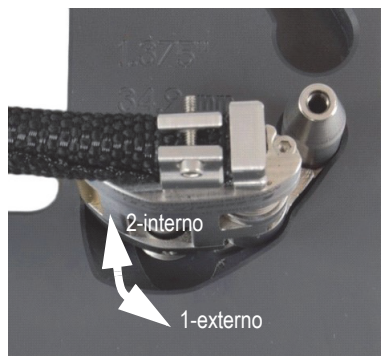

Figura 2-9 Apertar o parafuso do ajuste de extremidade
- c) Enquanto se mantém uma parte do conjunto da extremidade no lado oposto, aperte firmemente o parafuso de ajuste de extremidade com uma chave de fenda hexagonal de 2,5 mm (veja Figura 2-9 na página 41).